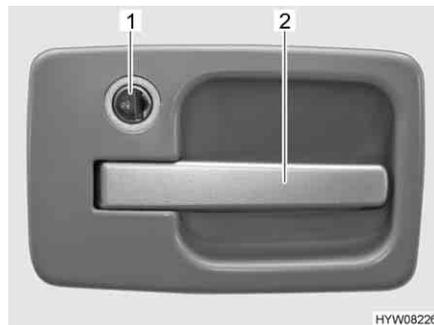

Fig. 17 Serratura della porta di ingresso, lato esterno
- Inserire la chiave nel cilindro della serratura (Fig. 17,1) e ruotarla sul simbolo "🔓". La serratura della porta è sbloccata.
- Tirare la maniglia della porta (Fig. 17,2). La porta è aperta.
- Inserire la chiave nel cilindro della serratura (Fig. 17,1) e ruotarla sul simbolo "🔒". La serratura della porta è bloccata.